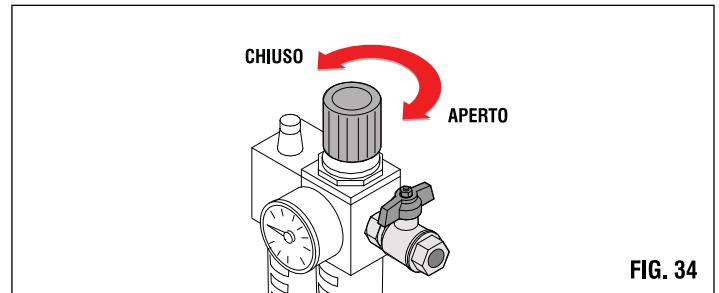

FIG. 34
- 2) Chiudere il rubinetto d'ingresso aria (fig.34) e scaricare il prodotto rimasto all'interno della pompa tramite la pistola.
- 4) Aprire con cautela il rubinetto d'ingresso aria (fig.34) e, tramite la pistola, scaricare il prodotto residuo che sarà composto da vernice e solvente (o acqua), fino ad ottenere il lavaggio completo della pompa. Il prodotto residuo va raccolto in un contenitore e smaltito secondo le vigenti norme.